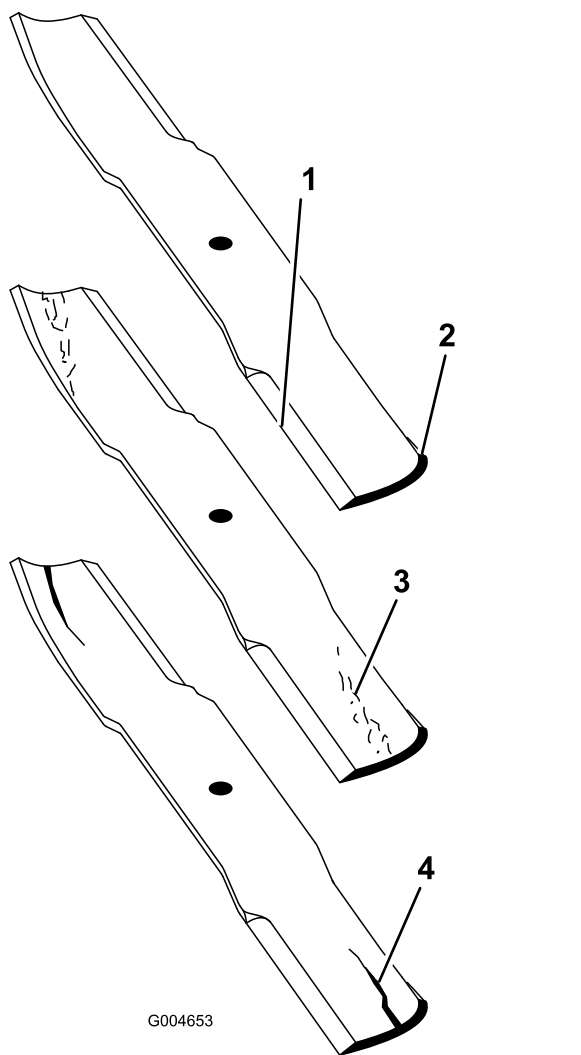

Figura 99
2. Examine cuidadosamente los extremos de corte de la cuchilla, sobre todo en el punto de reunión entre la parte plana y la parte curva de la cuchilla (Figura 99).
Nota: Puesto que la arena y cualquier material abrasivo pueden desgastar el metal que conecta las partes curva y plana de la cuchilla, compruebe la cuchilla antes de utilizar la segadora. Si se aprecia desgaste (Figura 99), cambie la cuchilla.